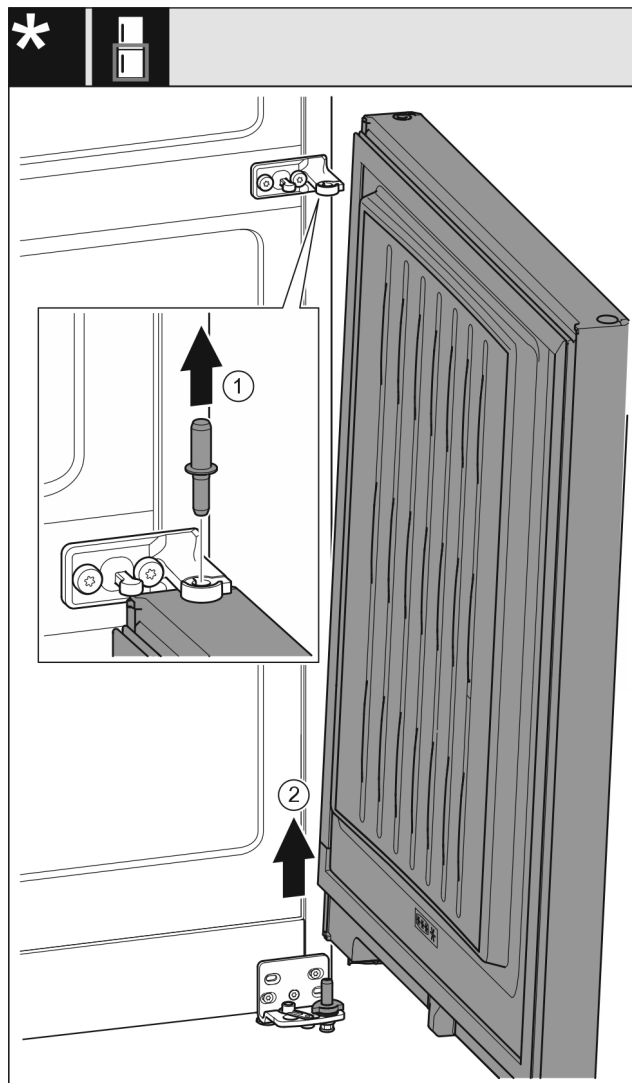

Fig. 9
- ▶ Nxirrni jashtë bulonin Fig. 9 (1) duke e ngritur lart.
- ▶ Anoni paksa derën Fig. 9 (2) për ta ngritur, tërhiqeni lart dhe lëreni mënjanë.